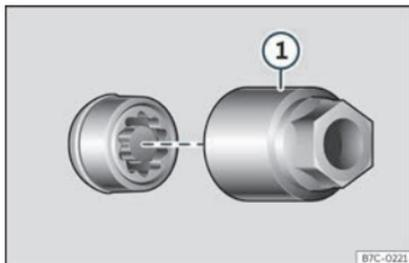

Fig. 36 Boulon antivol de roue avec capuchon et adaptateur.
- Encastrez l'adaptateur spécial»» fig. 36 ① (outillage de bord)»» page 46) sur le boulon de roue antivol jusqu'à la butée.